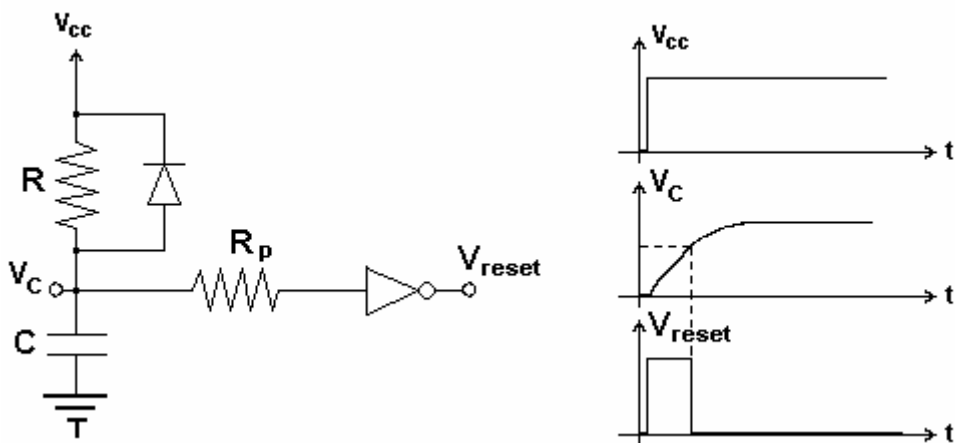

Figura 7: Circuito de reset y señales asociadas
Aunque en la aplicación que nos interesa no es fundamental, muchas veces es necesario controlar el estado inicial de las memorias, contadores, etc. al conectar la alimentación. Este tipo de dispositivos suele incluir una o varias entradas asíncronas para resetear, siendo el problema cómo generar una señal de reset adecuada, normalmente un pulso de una cierta duración. En la **Figura 7** se muestra un circuito con tal finalidad. Al alimentar el circuito el condensador C comienza a cargarse a través de R, con más o menos rapidez según los valores que se haya escogido para ambos componentes. Durante los primeros momentos de la carga el voltaje en el condensador V_C es muy pequeño y se interpreta como un “0” lógico en el inversor, obteniendo un “1” lógico a la salida. Pero cuando V_C supera un cierto valor el inversor cambiara de estado y pondrá un “0” lógico a su salida, manteniéndose así mientras que el circuito esté alimentado. De esta manera obtenemos un pulso de una determinada longitud que puede ser utilizado para controlar el estado inicial de los dispositivos lógicos secuenciales.
El diodo y la resistencia R_p que se muestran en la **Figura 7** tienen una función de protección. La resistencia R_p es fundamental cuando se utilizan dispositivos CMOS y sirve para limitar la corriente que entra en la puerta cuando se desconecta la alimentación ya que una corriente demasiado grande podría dañar el integrado. El diodo en paralelo con R posibilita que el condensador se descargue al dejar de alimentar el circuito.
4.2.f) Teniendo en cuenta que la alimentación necesaria para el relé son 12 V, ¿podría utilizar un inversor 74HC04 en el circuito de reset de la **Figura 7**? Suponga que únicamente dispone de una fuente de alimentación.